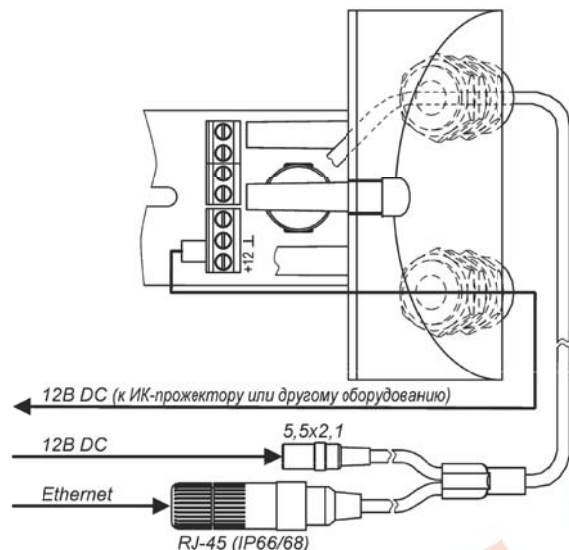
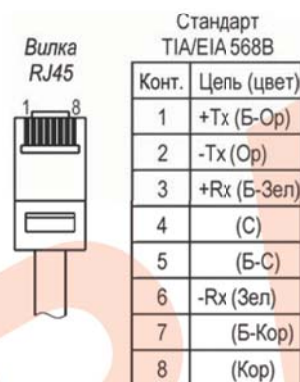

Рис.2 Подключение изделия
Рис.3 Обжимка кабеля кат.5е
2. Подключить кабель Ethernet (UTP кат.5е) в герметичный разъем RJ-45 (IP66/IP68) (рис.2). Схема обжимки вилки RJ45 согласно стандарту EIA/TIA-568B показана на рис.3. Подключить кабель питания к разъёму «5,5x2,1» (рис.2).
5. При необходимости подключения ИК-прожектора или другого внешнего оборудования открутить 3 винта крепления задней крышки и выдвинуть модуль видеокамеры, ввести через свободный гермоввод кабель питания ИК-прожектора (рис.2). Кабель питания подключить к плате коммутации к контактам «+12» и «-», соблюдая полярность (рис.2).